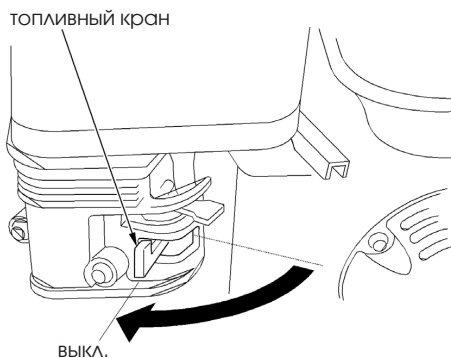

Рисунок 21
3. Установите топливный кран в положение «ВЫКЛ» (рис. 21).